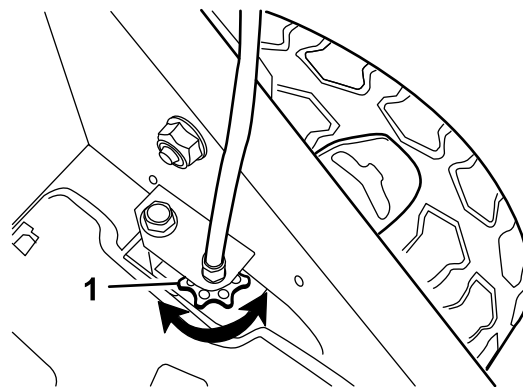

Рисунок 25
- Если колеса не вращаются, когда вы приводите в действие штангу управления самоходным приводом, ремень тяги натянут слишком слабо. Поверните ручку управления приводом колес (Рисунок 25) по часовой стрелке на один оборот и повторите действия, описанные в пунктах с 4 по 6.
- Если колеса начинают вращаться до того, как вы полностью прижмете штангу управления самоходным приводом к рукоятке, ремень тяги натянут слишком сильно. Поверните ручку управления приводом колес (Рисунок 25) против часовой стрелки на один оборот и повторите действия, описанные в пунктах с 4 по 6.